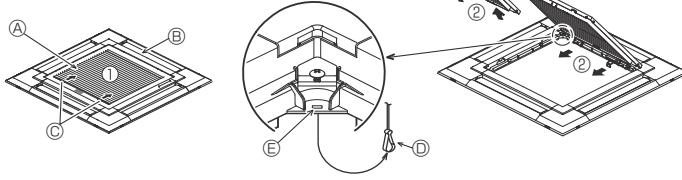
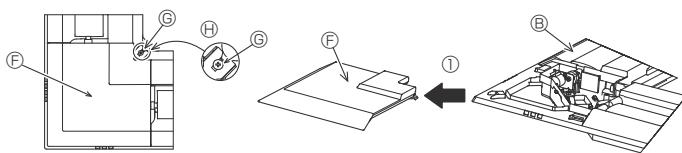

Fig. 9-3
Fig. 9-4
9.2.1. Verwijderen van de gril van de inlaatopening (Fig. 9-3)
- Schuif de hendels in de richting die wordt aangegeven door de pijl ① om de gril van de inlaatopening te openen.
- Verwijder nu het scharnier van de gril van de inlaatopening zoals aangegeven door de pijl ②, terwijl de gril in de geopende positie staat.
9.2.2. Verwijderen van het hoekpaneel (Fig. 9-4)
- Maak de 4 schroeven op de hoek los. Schuif het hoekpaneel in de richting van pijl ① in de afbeelding en verwijder het hoekpaneel.
[Fig.9-3] [Fig.9-4]